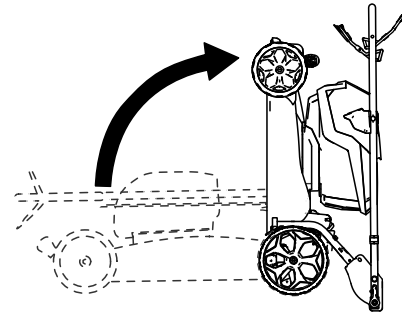

Figura 18
5. Pliegue el manillar hacia adelante del todo, como se indica en la Figura 18.
6. Levante la parte delantera de la máquina con el manillar y llévela al lugar de almacenamiento (Figura 18).